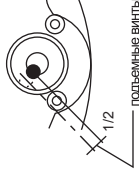

Рис. 10
- (1) Вращая подъемные винты, приведите пузырек в центр круглого уровня.
- (2) Поверните инструмент на 180° . Пузырек должен остаться в центре. Если же он сместился из центра круглого уровня, необходимо выполнить юстировку в следующем порядке:
- (i) Скомпенсируйте половину смещения пузырька с помощью подъемных винтов (рис. 10).